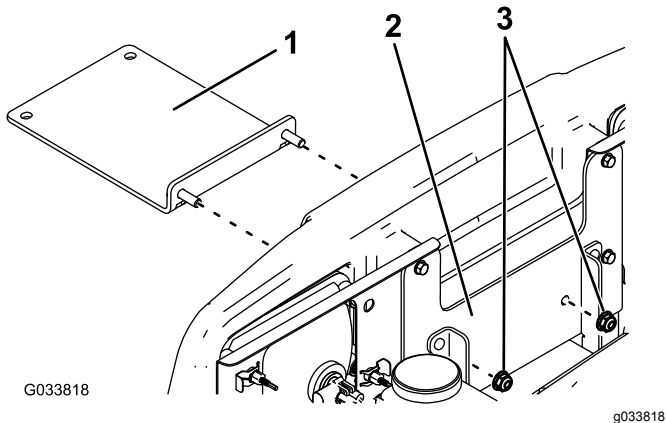

Figure 2
1. Insérez le support long dans le pare-chocs (Figure 2).
3. Fixez le support du pare-chocs avec 2 écrous (5/16 po), comme montré à la Figure 2.